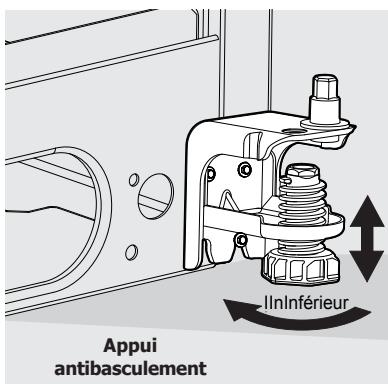

Figure 4 (certains modèles)
- 4 Certains modèles sont munis d'un appui antibasculement (Figure 4). Abaissez-le en sens horaire jusqu'à ce qu'il touche le plancher.